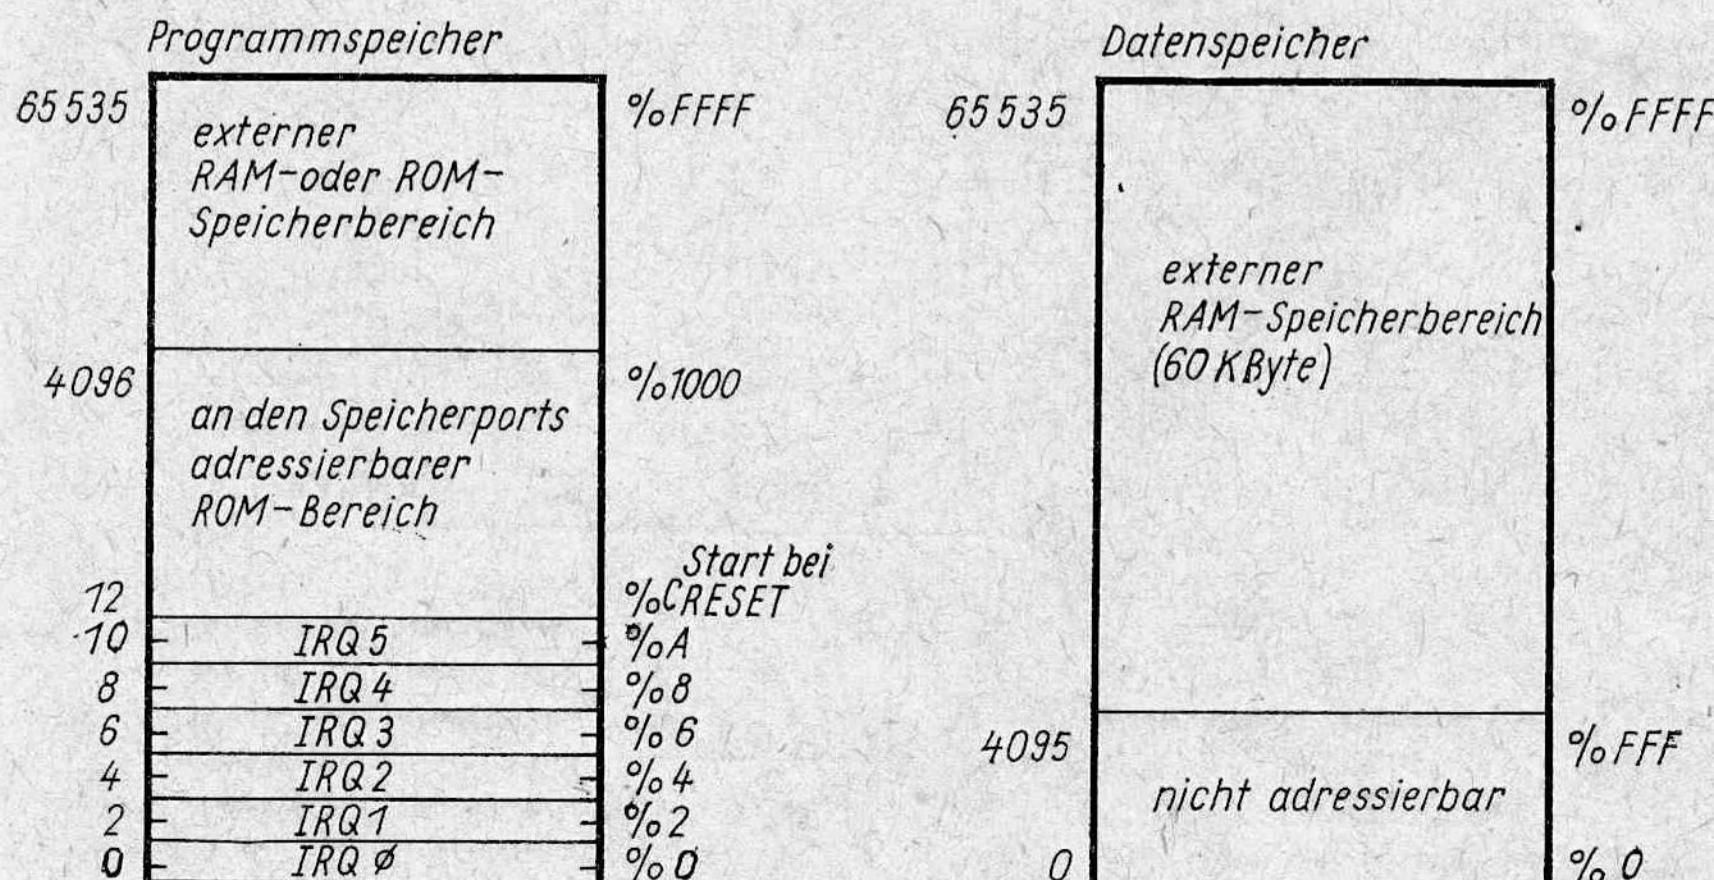

Bild 6.10. Adressierbarer Speicherraum des U884
- Die Adressenleitungen A₀...A₁₁ (Ausgänge) adressieren die unteren vier KByte des Programmspeichers. Der vom U884 adressierbare gesamte Speicherbereich ist im Bild 6.10 angegeben. Im Unterschied zu dem U882 sind die beiden externen Speicherräume (externer Programmspeicher und Datenspeicher) nur jeweils 60 KByte groß.